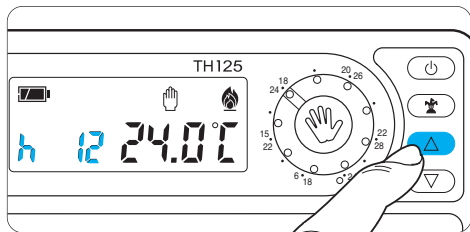

Fig. 28
9.3 - Premere il pulsante ∇ o \triangle (fig. 28) sino a che,